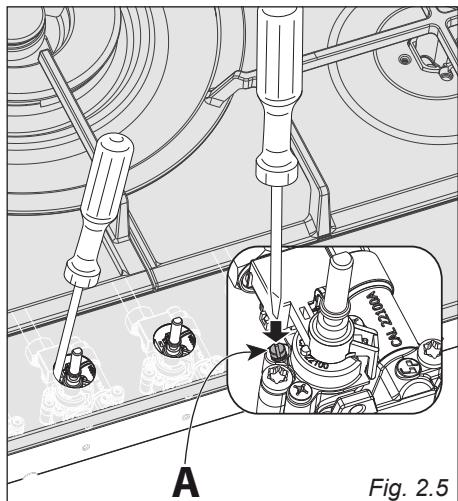

Fig. 2.5
- Tourner la vis "A" jusqu'au réglage correct à l'aide d'un tournevis (fig. 2.5).